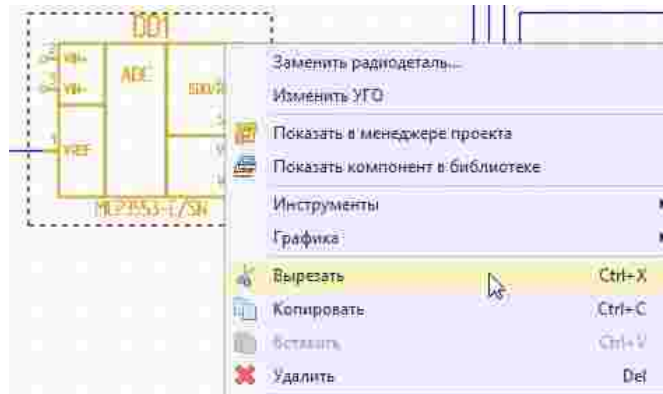

Рис. 181 Инструменты "Вырезать" для объектов
2. Вызвать контекстное меню и выбрать пункт «Вырезать», либо воспользоваться сочетанием клавиш «Ctrl+X», см. Рис. 181.